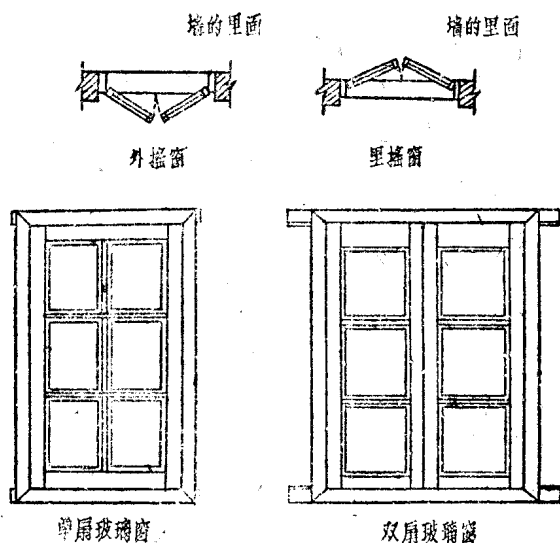

图 21 搖窗
(1) 铰链装在窗子挺上,窗扇向室外开的叫做外摇窗。窗扇向室内摇开的叫做内摇窗(见图 21)。这两种窗有单扇和双扇之分。
(2) 铰链装在窗子上冒头或者中贯档上,这种窗用做腰头窗的时候较多。铰链装在窗子上冒头的叫做外撑式摇窗,这种窗是向外撑开的。铰链装在中贯档上的叫做里翻式摇窗,这种